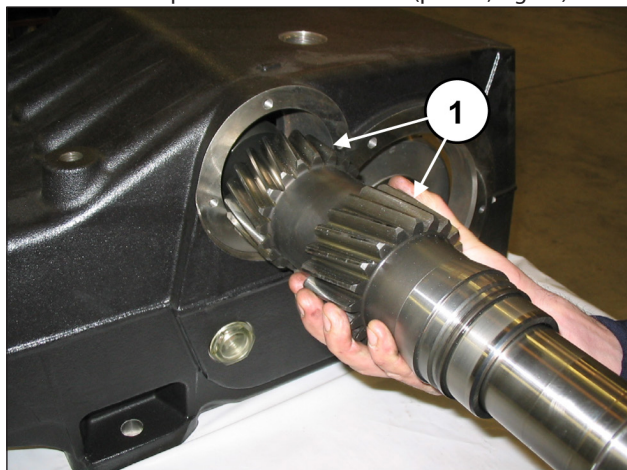

Fig. 55
Introducir el eje PTO premontado dentro del cárter (pos. ①, Fig. 55) desde la parte opuesta a la que se han premontado la anilla externa del cojinete y el casquillo de lubricación de los cojinetes.
Introducir el eje acodado PTO en el cárter de manera que los dientes estén orientados como se indica en la Fig. 55.